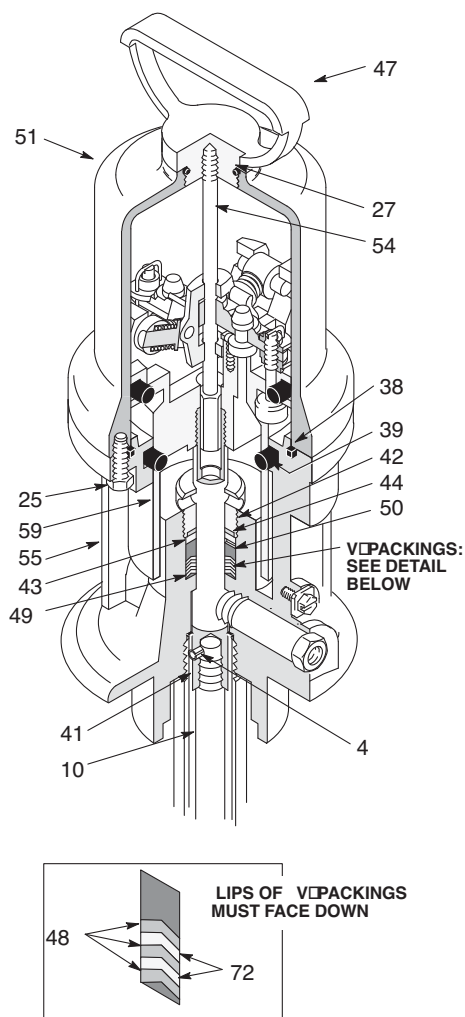

図 15
3. ライザーチューブ (12) でストラップレンチを使用し、エアモーターベース (55) からねじ外します。
4. コネクティングロッド (10) を目一杯引き下げます。
5. ハンマーとパンチを使ってロールピン (4) を取り外します。コネクティングロッド (10) のネジを取り外します。(図 15)
6. 手でピストンロッド (41) を押し上げて、ピストンアセンブリ (59) を上がるところまで動かします。キャップナット (47) を緩めます。ナットを引き上げます。パッド付きプライヤーでトリップロッド (54) をグリップし、ロッドからナットをねじ込みます。(図 15)
7. 6 本のネジ (25) を取り外します。シリンダーをピストンからまっすぐ引き上げます。(図 15)
12. マフラープレート (20 または 40) を 1 枚取り外します。ピストン (59) をベースから引き上げます。スロットパッキングナット (42) とパッキンを取り外します。(図 15)
3. これらの部品を一つずつベース (55) に取り付けます。グラウンド (49)、強化パッキン (48) 3 個とニトリルパッキン (72) 2 個を交互にリップを下に向けて取り付け、ベアリング (50)、バックアップワッシャ (43)、フラットパッキン (44) を取り付け、パッキンナット (42) を緩くねじ込みます。O リング (38 と 39) が所定の位置にあることを確認してください。(図 15)